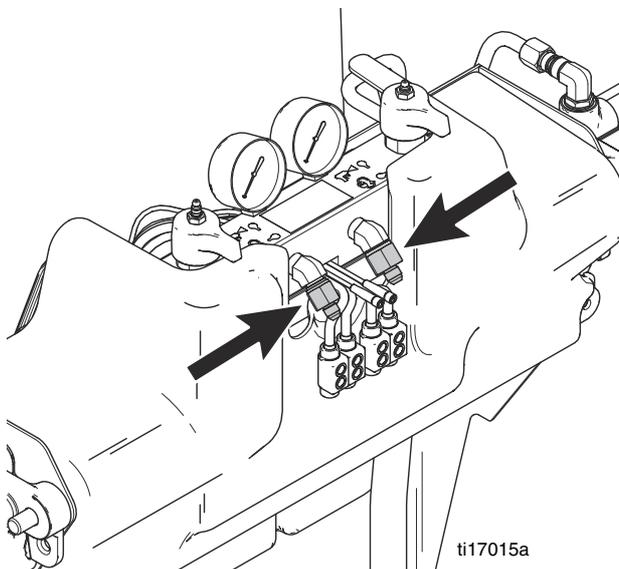

FIG. 4: Retiro de los accesorios del colector de fluido
5. Retire todos los accesorios de las lumbreras de salida en la parte delantera del colector de fluido. Vea la FIG. 4. Tome nota de qué lado es cada accesorio para asegurarse de que ellos sean instalados más tarde en el lado correcto.